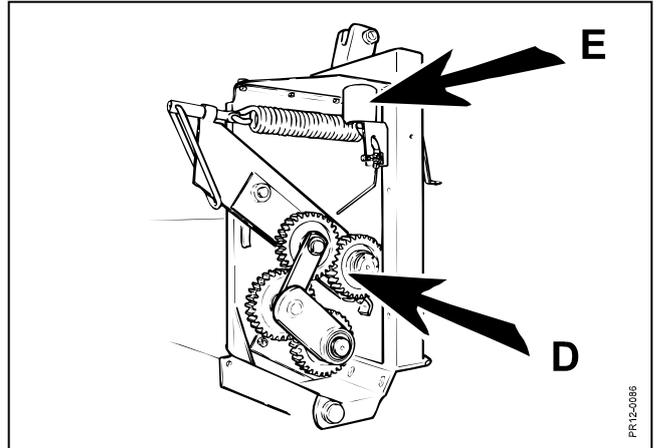

Fig. 5-18
- Fig. 5-18** Den Zahnradantrieb der Walzen (bei **D**) durch Tropfschmierung schmieren. Den Ölbehälter **E** mit Kettensägenöl auffüllen. Nach je 20 Betriebsstunden nachfüllen (0,5 Liter). Beachten, daß kein Schmutz, der die Ölzufuhr verstopfen kann, in den Behälter gerät.